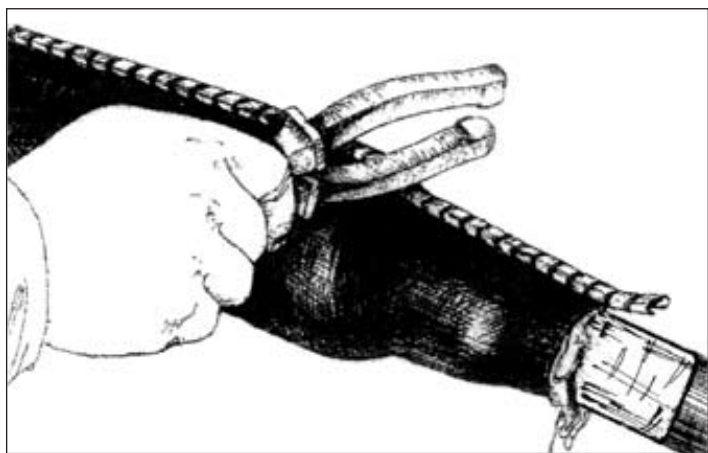

Рисунок 4.9 - Прижатие застёжки по форме муфты
4.1.14 Закончив усадку первой половины манжеты, в месте перехода полиэтиленовой муфты к конусу прижимают застёжку тупым инструментом (рукояткой молотка, плоскогубцев и т.п.), чтобы она повторяла форму конуса муфты (рисунок 4.9).